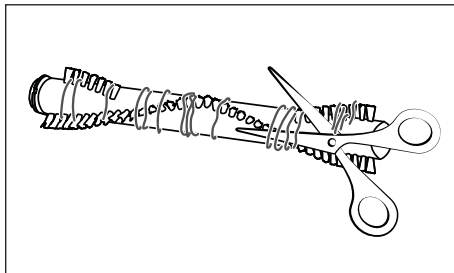

Fig. 26
- 4) Tagliare i fili e i capelli nelle setole del rullo a spazzola ❶ utilizzando delle forbici (vedere fig. 26). Rimuovere fili e capelli dal rullo a spazzola ❶.